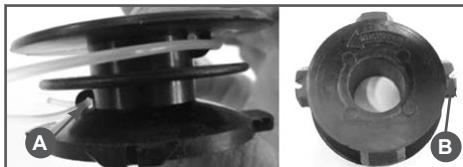

Рис.13 Установка корда
Извлеките катушку триммерной головки и очистите ее от остатков корда. Осмотрите детали головки на отсутствие повреждений. Поврежденные детали головки необходимо заменить. Отрежьте 2,5-3 метра корда, сложите его вдвое и выровняйте концы. Концы корда вставьте в специальные пазы в катушке (A) Рис.14. Намотайте корд плотно с натягом в канавку катушки. Направление намотки указано стрелкой на катушке. После намотки разрежьте петлю с кордом. Зафиксируйте временно концы корда в специальных пазах на катушке (B) Рис.13. Проденьте концы корда в отверстия на корпусе триммерной головки и установите катушку с кордом в корпус головки.
Освободите корд из пазов (B, Рис.13), для этого нажмите на катушку сверху и сильно потяните сначала один конец корда, затем другой.